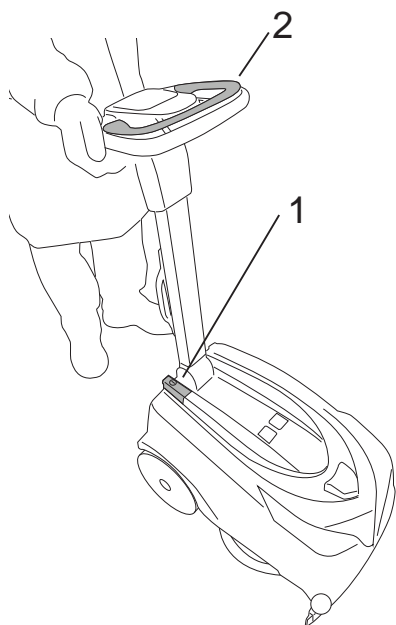
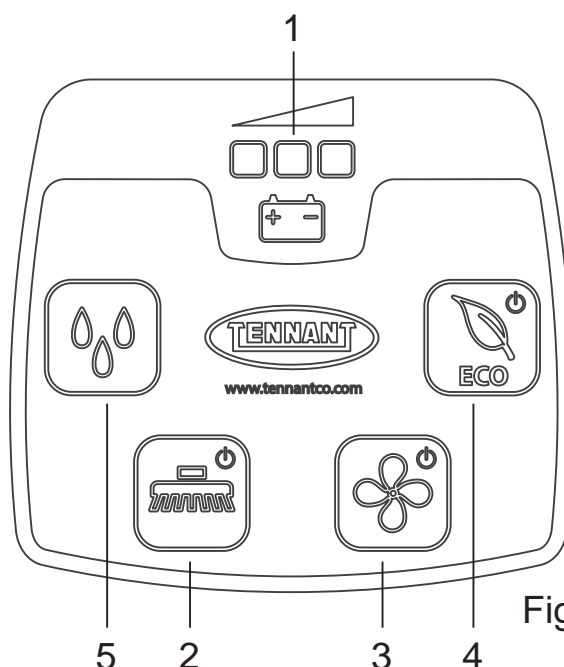

Fig.14
Fig.15
- Hoofdschakelaar (Fig.14- Ref.1): schakelt de elektrische voeding voor alle machinefuncties in of uit.
- Controlelampje acculading (Fig.15-Ref.1): bestaat uit 3 leds, rood, geel en groen, die het laadniveau van de accu aangeven. De mogelijke situaties zijn:
- Borstelknop (Fig.15-Ref.2): schakelt de borstelfunctie in (led aan) en uit (led uit); de borstel treedt alleen in werking door de "bedieningshendel borstel" te bedienen (Fig.14-Ref.2).
- Zuigknop (Fig.15-Ref.3): schakelt de zuigmotor in (led aan) en uit (led uit), waarmee de vloer gedroogd kan worden. De motor start pas wanneer de bedieningshendel van de borstel wordt bediend.
- Drukknop vloeistofstroom (Fig.15 Ref.5): ga als volgt te werk om de vloeistofstroom in en uit te schakelen of te variëren:
- ECO-drukknop (Fig.15-Ref.4): schakelt de ECO-werking in (led aan) en uit (led uit).